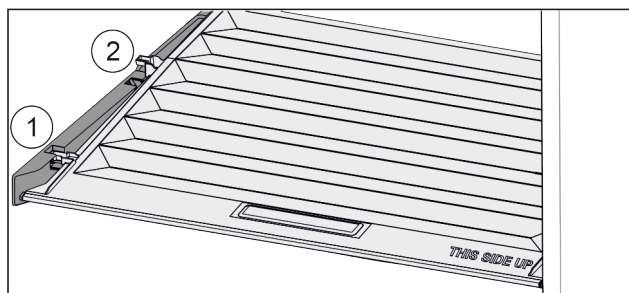

Fig. 58
- ▶ Træk dækslet fremad til åbning i holdedelene Fig. 58 (1).
- ▶ Løft nedefra og bevæg det opad og ud Fig. 58 (2).